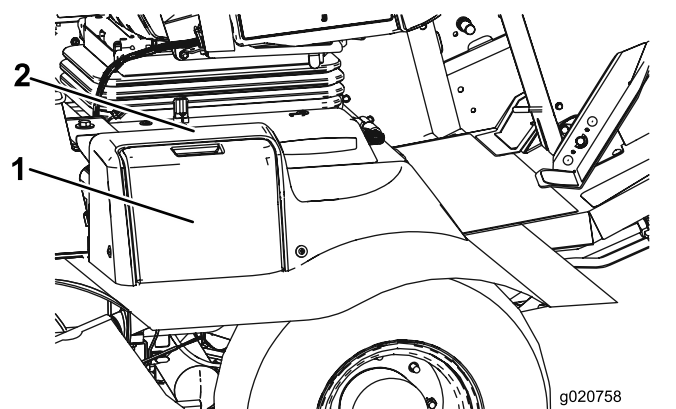

Рисунок 97
1. Откройте крышку аккумуляторной батареи сбоку (Рисунок 97).
Примечание: Нажмите на плоскую поверхность над крышкой аккумуляторной батареи, чтобы облегчить снятие крышки (Рисунок 97).